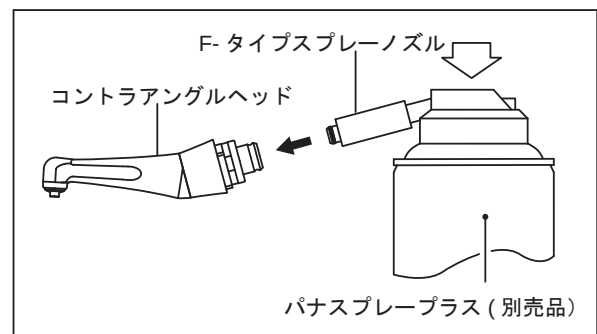

図 8
- 2) スプレーノズルをコントラアングルヘッド後部へ挿し込み、コントラアングルヘッドを押さえて、コントラアングルヘッド先端よりオイルが出るまで 2 ～ 3 秒スプレーします。注油は先端から異物等の汚れが出なくなるまで繰り返し行います。(図8)